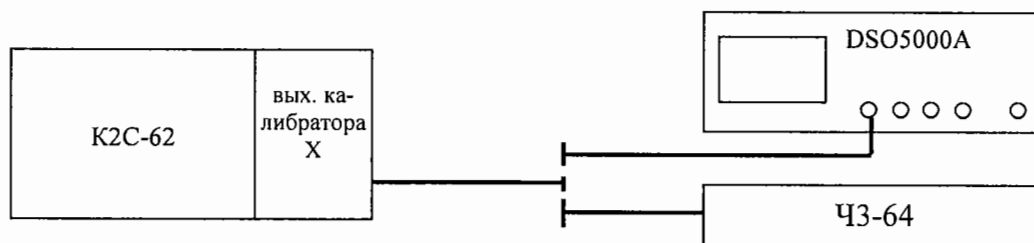

Рис. 3.
6.3.3.1 Собрать измерительную схему в соответствии с рис. 3.